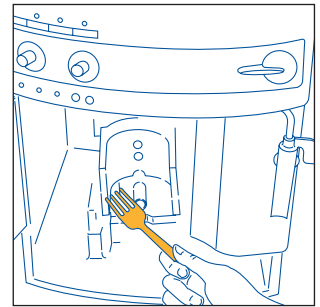

Fig.30
- limpie muy bien el interior de la máquina. Para quitar el café incrustado en la paredes interiores, rasque con un tenedor de madera o de plástico (fig. 30) y **después aspire los restos con una aspiradora** (fig. 31);